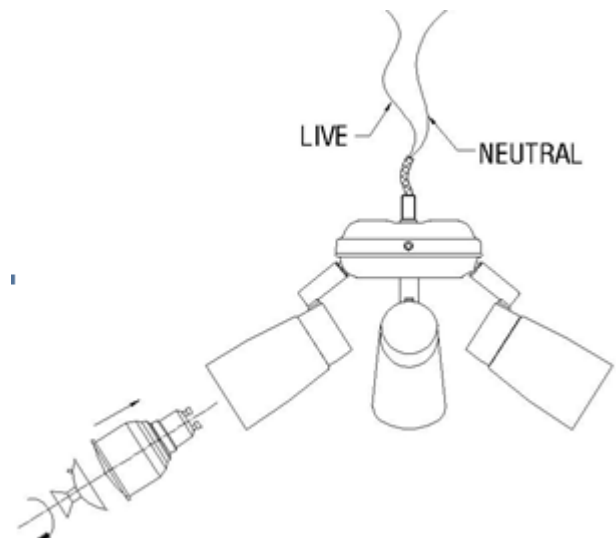

Fig. 9
3. Insérez les câbles d'éclairage L et N à travers le trou du couvercle du boîtier d'éclairage. (Fig 9)